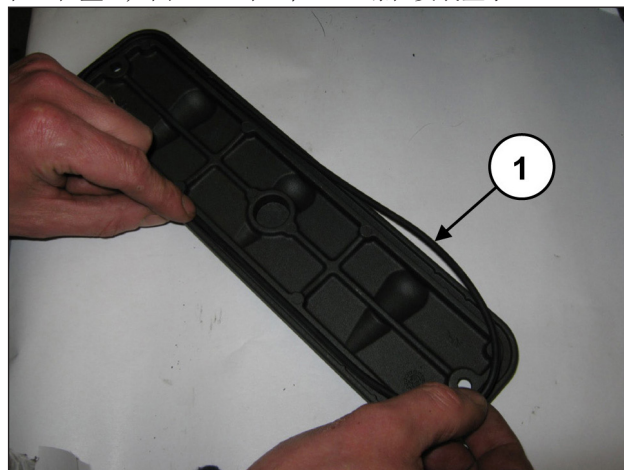
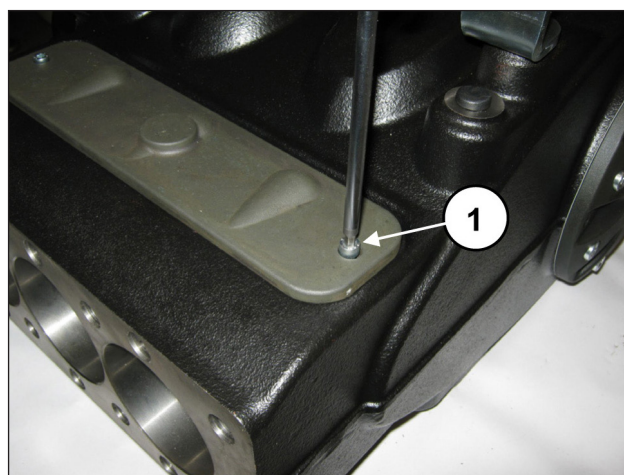

图 195
图 196
在检测盖上插入O形圈 (①, 图 195), 并使用2个M6x14螺栓 (位置①, 图 196) 和2个M6x40螺栓安装盖子。